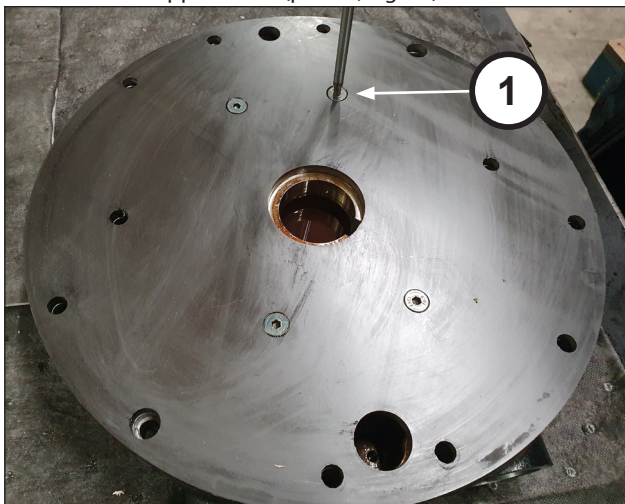

Fig. 94
Posizionare la piastra pompa olio sul corpo pompa olio e fissarla tramite apposite viti (pos. ①, Fig. 94).